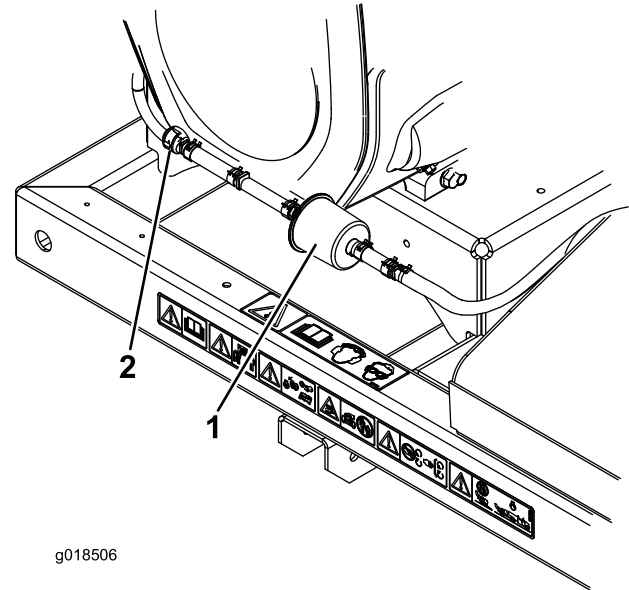

Bild 22
2. Schieben Sie die gefederten Schlauchklemmen an beiden Seiten des Aktivkohlefilters der Entleerungsleitung vom Filter weg (Bild 22).
3. Entfernen und werfen Sie den Aktivkohlefilter weg (Bild 22).
4. Setzen Sie einen neuen Filter in den Schlauch ein; der Pfeil am Filter sollte zum Rückschlagventil zeigen; befestigen Sie ihn mit den Schlauchklemmen (Bild 22).